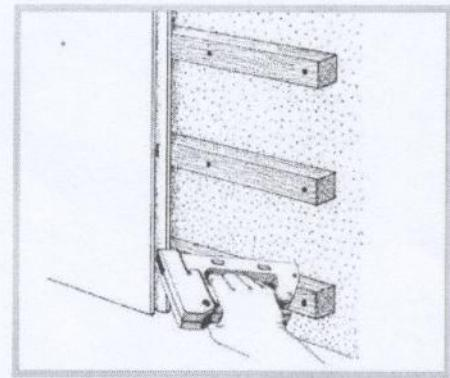

Рис. 10
- 2) Меняется способ крепления *панели* со стороны «паза» по пп. 3.4.4. Крепление *панели* со стороны «паза» к каждому бруски обрешётки должно производиться П-образными скобами с помощью строительного степлера, как показано на рис.10.